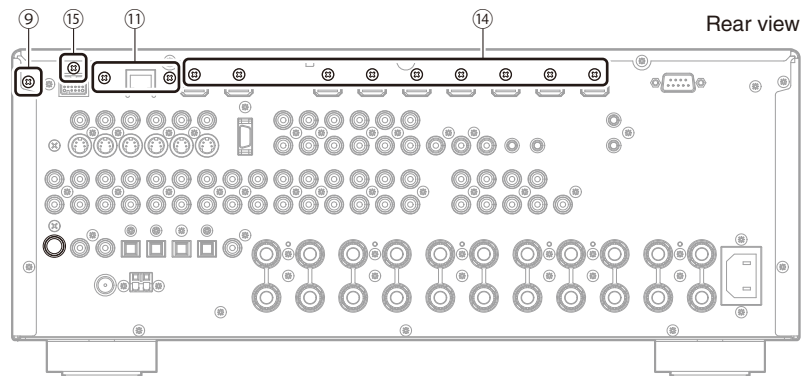

Fig. 3
- d. Remove 2 screws (11). (Fig. 3)
- b. Remove 9 screws (14) and screw (15). (Fig. 3)
- d. 11 のネジ 2 本を外します。(Fig. 3)
- b. 14 のネジ 9 本、15 のネジ 1 本を外します。(Fig. 3)